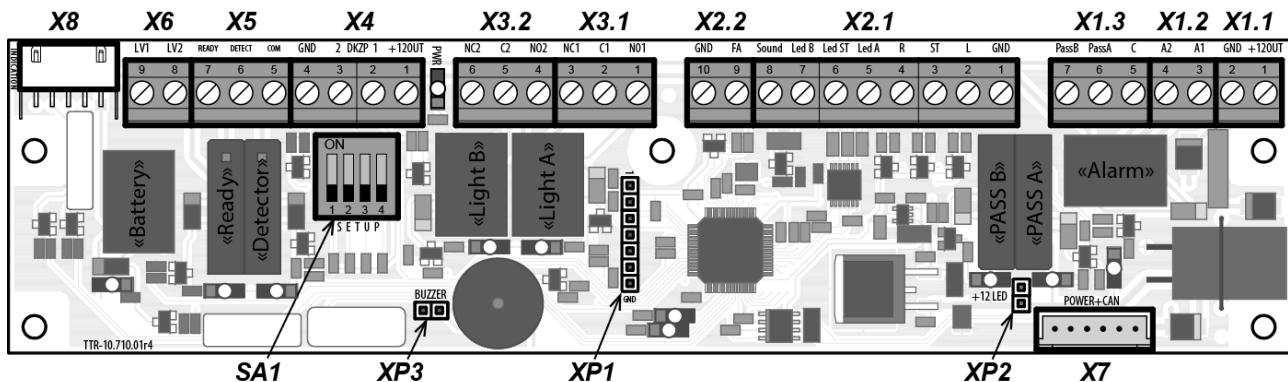

Рисунок 7. Внешний вид платы интерфейса
Общий вид платы интерфейса (10) показан на рис. 7.
Режим управления определяется DIP-переключателем **SA1-1** на плате интерфейса (10). Расположение переключателя показано на рис. 7. Положение переключателя **ON** – импульсный режим управления, **OFF** – потенциальный режим управления.